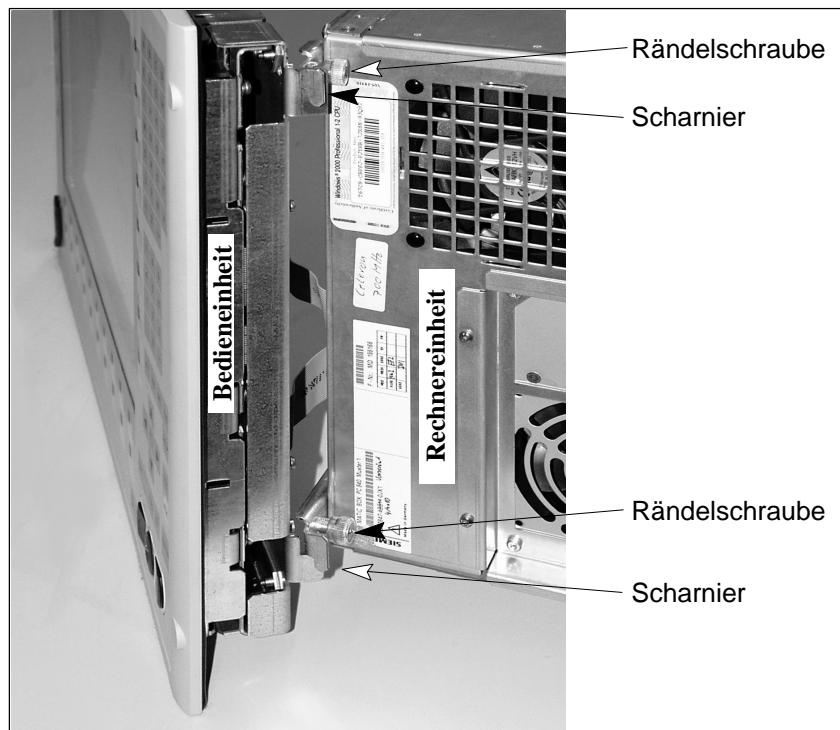

Bild 3-5 Zusammenbau von Bedien- und Rechnereinheit
3. Hängen Sie die Rechnereinheit in die Scharniere ein (s. Bild 3-5).